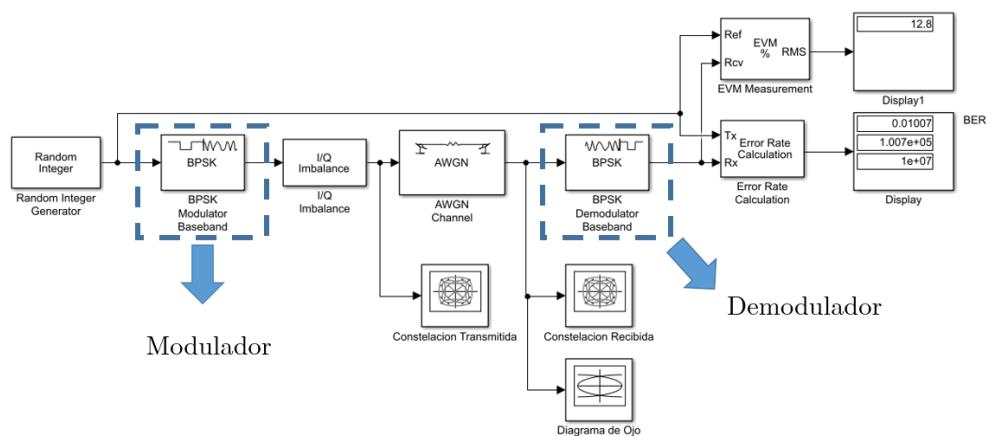

Figura 8: Esquema de interconexión general para los sistemas digitales bajo estudio.
1. Abra todos los archivos con extensión .slx e inspeccione todos los módulos en términos de configuración e interconexión. En la figura 8 se muestra el diagrama de bloques general para los sistemas de modulación bajo análisis. **NOTA: Todos los sistemas digitales a analizar poseen la misma jerarquía de bloques es por ello que se dará una explicación breve de configuración de bloques genéricos tales como Random Integer, Imbalance I/Q, AWGN, Diagrama de Ojo, EVM y Error Rate Calculation.**